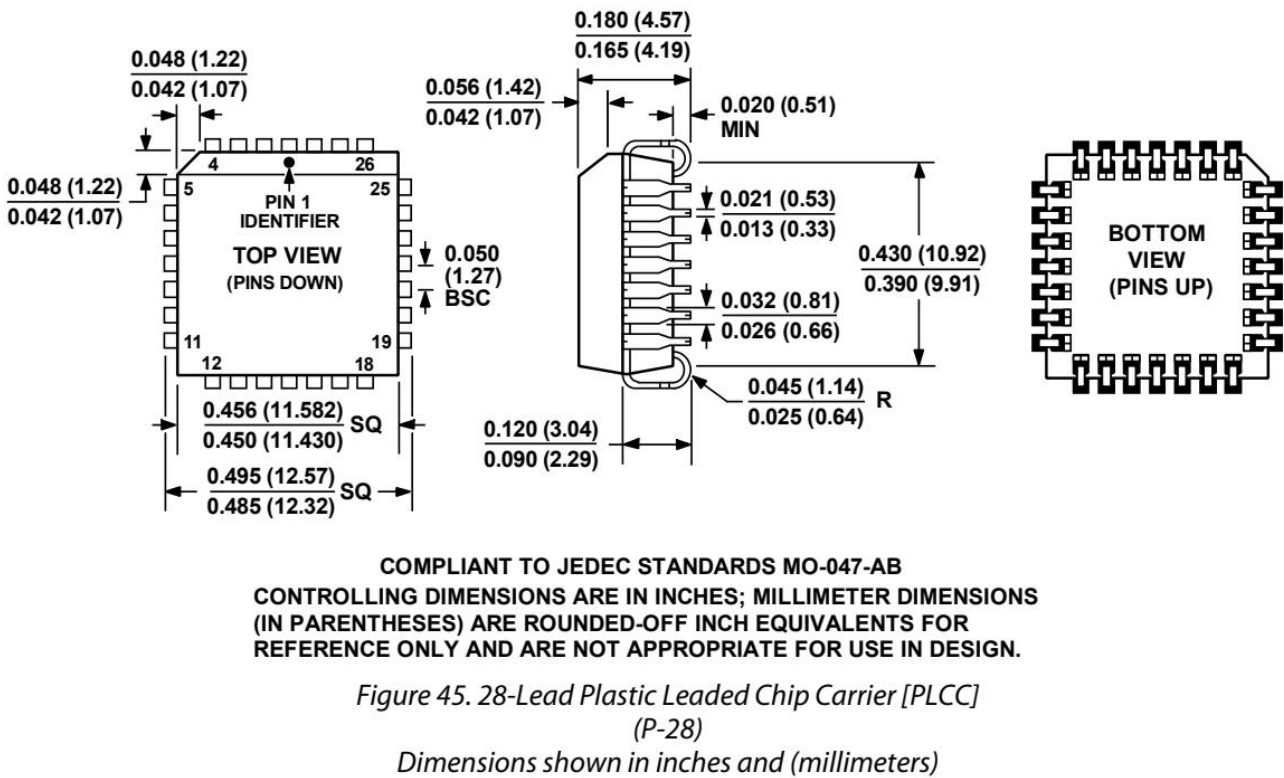

图 2
- 2、在 PCB 库文件 20240510.PcbLib 中根据图 2 给出的相应参数创建集成电路 DAC8412 的 PCB 封装，命名为 PLCC-28，并在生成电路板中调用。（注：设计单位为 mm）；